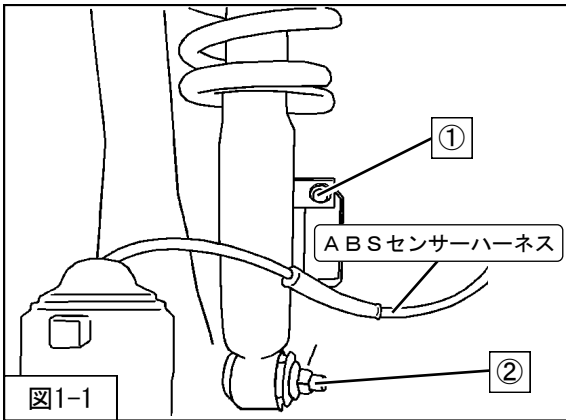

図1-1
2. ①ABSセンサーハーネス取付ボルト
②フロントサスペンションASSYロア取付ナットを取外してください。(図1-1)